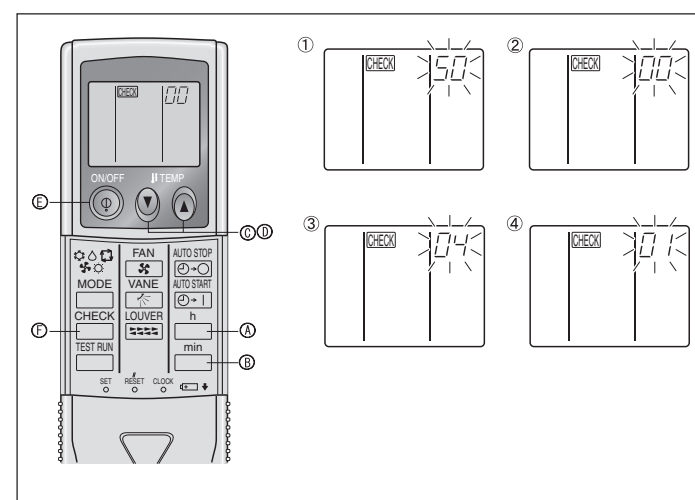

Fig. 6-15
6.3.2. Mando a distancia inalámbrico por infrarrojos (Fig. 6-15)